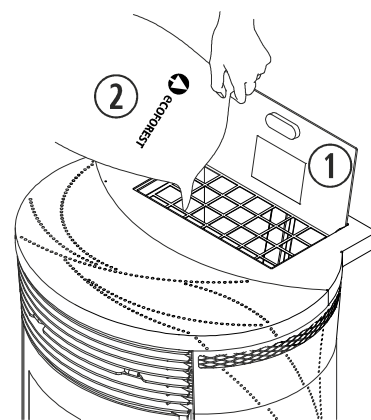

Figura 1
- 2.10. Para carregar o combustível no fogão, temos de abrir a tampa do funil de carga e esvaziar o saco de combustível com cuidado para evitar transbordamento de combustível, consulte a *figura 1* (Atenas).
①	Tampa do depósito.
②	Combustível.